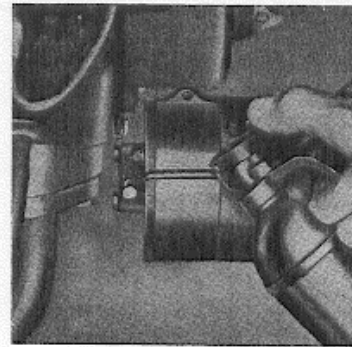

Fig. 1-10. Het smeren van de dynamo (B 18 A)
De dynamo op de B 18 A is uitgevoerd met een bus die iedere 10.000 km (6.000 mijl) gesmeerd moet worden door de oliepot met lichte motorolie te vullen; zie Fig. 1-10. Gebruik een gewone oliekan en geen drukspuit. Sluit de pot nadat deze met olie is gevuld.
- Noot 7. Vul de oliepot indien deze aanwezig is met lichte motorolie. De oliepot wordt geopend door de buitenste dop te draaien. Gebruik een gewone oliekan (Fig. 1-10) en geen drukspuit.